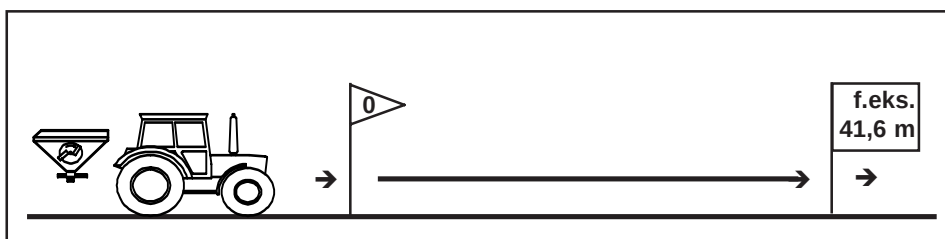

Fig. 7.15
- Målestrækningen måles nøjagtig op på marken. Start- og slutpunktet på målestrækningen markeres (Fig. 7.15).